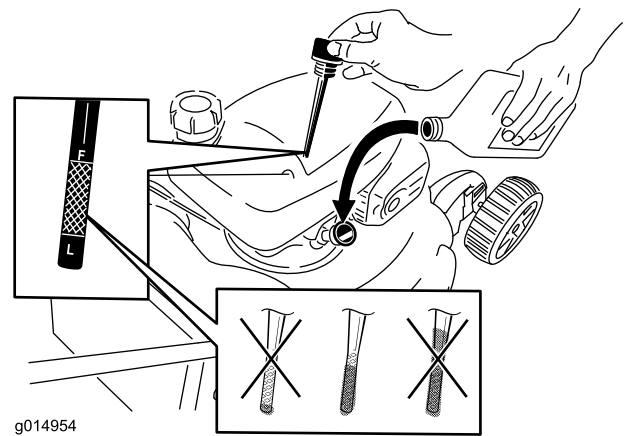

Bild 10
2. Nehmen Sie den Peilstab heraus und prüfen Sie den Ölstand (Bild 10). Wenn der Ölstand unter der **Nachfüll**-Marke ist, gießen Sie **langsam** Öl in den Einfüllstutzen, um den Ölstand auf die **Voll**-Marke am Peilstab anzuheben. **Füllen Sie nicht zu viel ein.** (Max. Füllstand: 0,55 l, **Sorte: Waschaktives SAE 30-KFZ-Öl** mit der Klassifizierung SL, SM oder höher durch das American Petroleum Institute (API).) SAE 10W30 kann statt SAE 30 verwendet werden.
1. Nehmen Sie den Peilstab heraus und wischen Sie ihn ab. Stecken Sie ihn dann ganz ein (Bild 10).